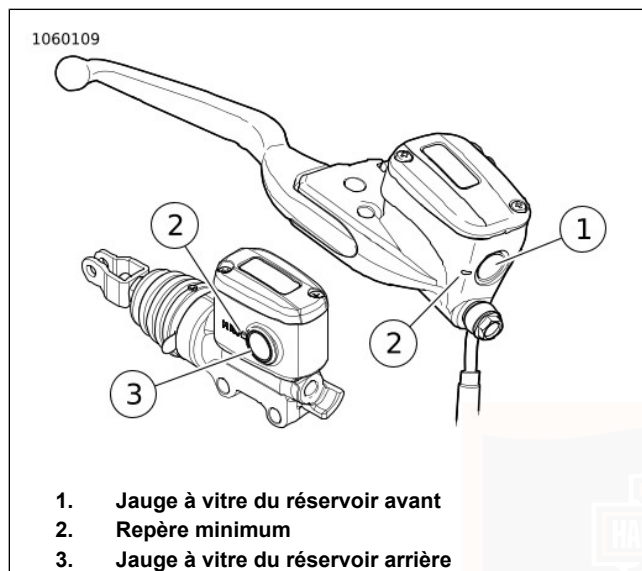

Figure 57. Réservoirs de liquide de frein
2. **Avant** : Voir Figure 57. Vérifier le niveau dans la jauge à vitre du réservoir avant. Le niveau doit être au-dessus du repère minimum sur le côté du réservoir.
3. **Arrière** : Voir Figure 57. Vérifier le niveau du liquide sur le côté du réservoir de liquide de frein arrière. Le niveau doit être au-dessus du repère minimum sur le côté du réservoir.